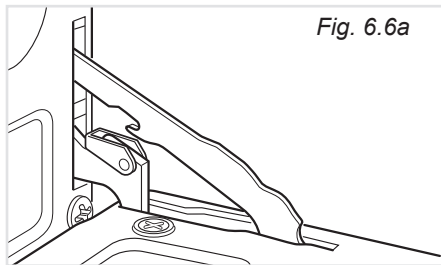

Fig. 6.6a
- Aprire completamente la porta del forno (fig. 6.6a).
- Sbloccare le cerniere della porta forno sganciando l'anello di ritegno dalle baionette superiori (fig. 6.6a).